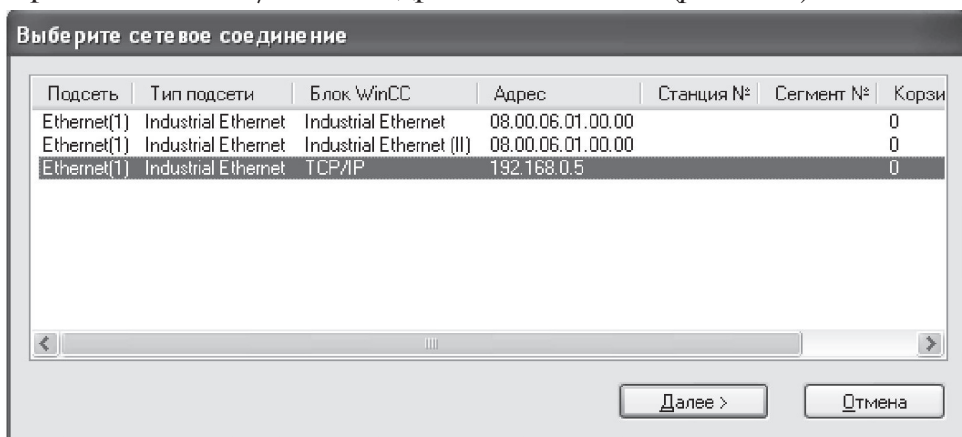

Рис. 3.12. Выбор сетевого соединения
При первом выборе тега из Step7 Symbol Server необходимо указать сеть, с помощью которой данные будут передаваться из контроллера на станцию оператора. Выбираем созданную нами сеть Ethernet (1) с протоколом TCP/IP и IP-адресом 192.168.0.5 (рис. 3.12).